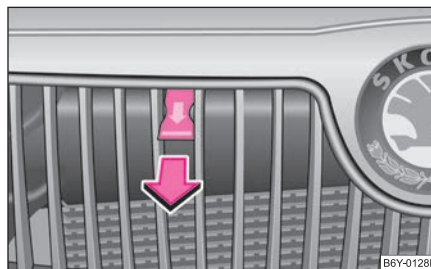

Fig. 139 Calandre: Tirette
- Actionnez la tirette ⇒ fig. 139, le capot-moteur est alors complètement déverrouillé. ▶